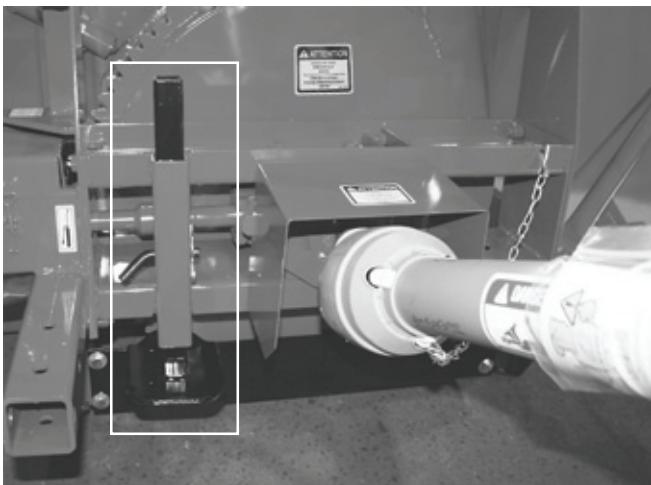

Figure 30
- 6) Après avoir installé la souffleuse sur le tracteur, relever la béquille de soutien (Fig. 30).